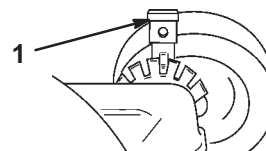

Figure 17
1. Tirez le levier de réglage de hauteur vers la roue et sélectionnez la position souhaitée (Fig. 17).